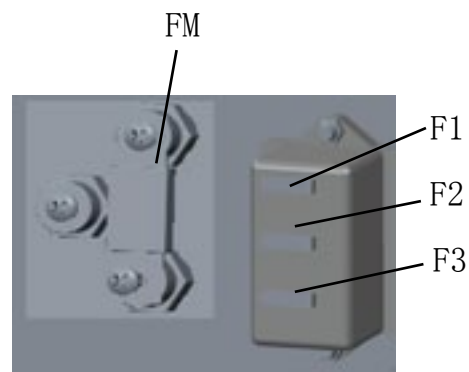

图 18
- 2) 检查并更换下面保险丝（图 18）：
- FM: (A): 主保险丝（150A）
- 4) 检查并更换以下相关的保险丝（图 18）：